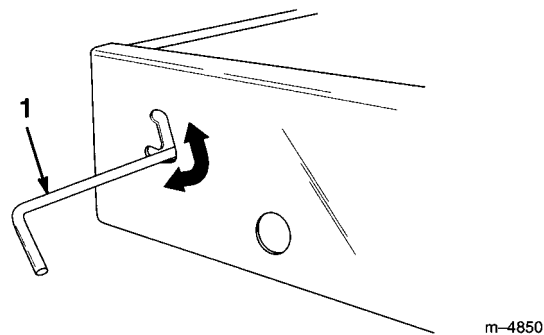

図20
1. ラッチを「切り込み」の上位置にスライドさせる（図20）。